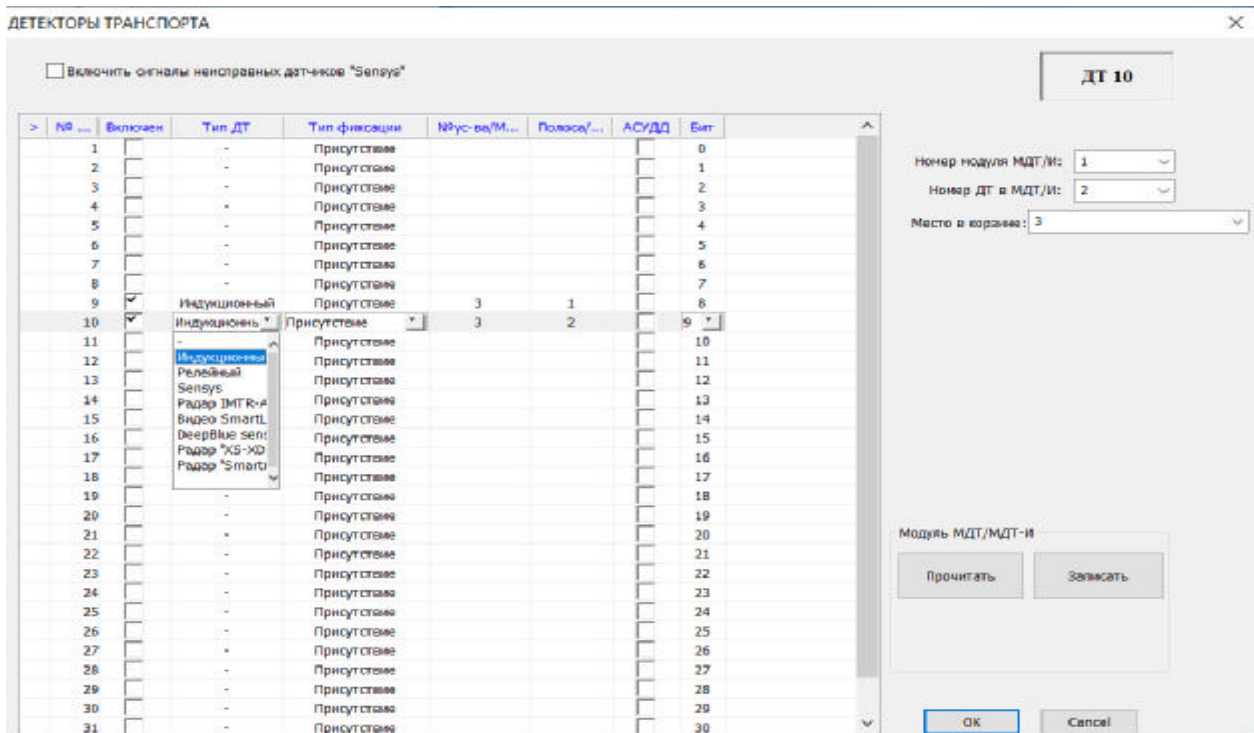

Рис. 2.4. Вкладка «Настройка детекторов транспорта».
5. Модули детекторов транспорта (МДТ – «сухой контакт», МДТИ - индукционные) устанавливаются на шине контроллера и не требуют назначения во вкладке Конфигурации периферии, но обязательно при определении всех датчиков МДТ/ МДТИ во вкладке Настройка детекторов транспорта - рис. 2.4 необходимо указать место модуля МДТ/ МДТИ на шине – порядковый номер места в корзине (в корзине - от 1 до 8 исполнительных модулей: МУЛ-ы и до двух МДТ/ МДТИ ) и выполнить операцию «Записать», а также **выключить/включить** электропитание контроллера для сохранения настроек в модуле МДТ/ МДТИ.